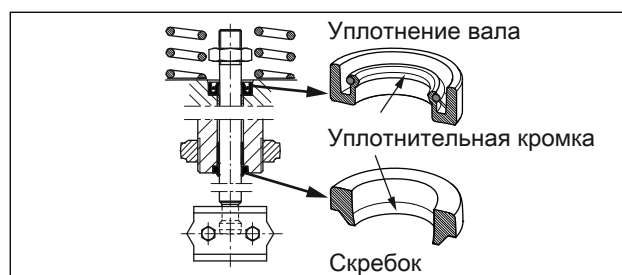

Рис. 14: Выравнивание уплотнительного кольца вала и скребка
6. Установите уплотнение вала с помощью подходящего инструмента. Убедитесь в том, что уплотнительные кольца вала правильно выровнены, см. Рис. 14.
- Установите уплотнение вала с помощью подходящего инструмента. Убедитесь в том, что уплотнительные кольца вала правильно выровнены, см. Рис. 14.